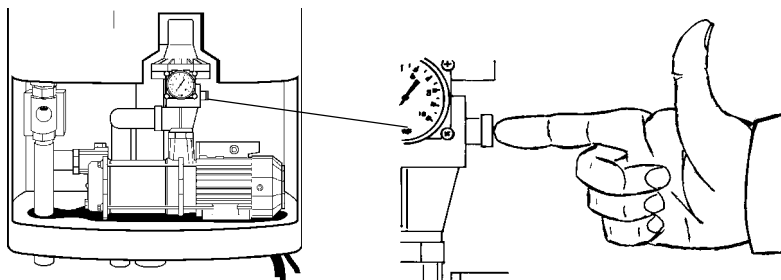

Bild 23
- Am KIT den roten Knopf drücken und gedrückt halten, siehe Seite 16, Bild 23, bis sich selbständig ein Druck von mindestens 1 bar aufbaut.